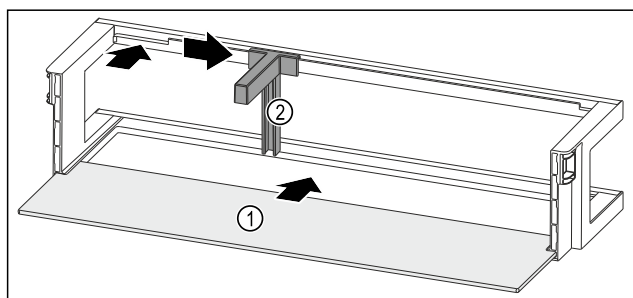

Fig. 206 Dveřní přihrádka s odkládací plochou
- Odkládací plochu Fig. 206 (1) zasuňte do bočních vybrání.
- Držák lahví Fig. 206 (2) vložte do vybrání.
- Držák lahví Fig. 206 (2) posuňte na stranu do požadované polohy.